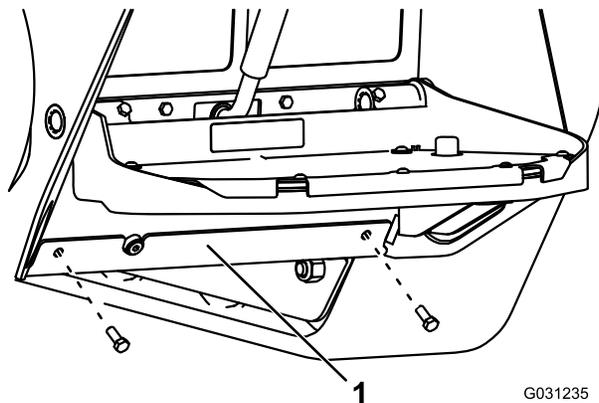

Рисунок 74
4. Выверните два болта крепления нижней планки и снимите нижнюю планку (Рисунок 74).
8. Установите нижнюю планку (Рисунок 74).